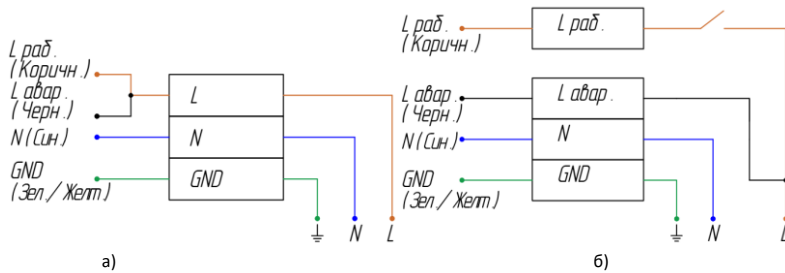

Рисунок 10 — Схема подключения аварийного светильника:
5.3.4. Если предполагается включать и выключать светильник в рабочем режиме, присоедините фазный рабочий провод (Лраб.) к клемме Лраб. через выключатель (см. рисунок 10, б). В данном случае возможно включение/отключение рабочего освещения через выключатель. В случае возникновения аварийного отключения электроэнергии светильник автоматически перейдет в аварийный режим при любом положении выключателя.